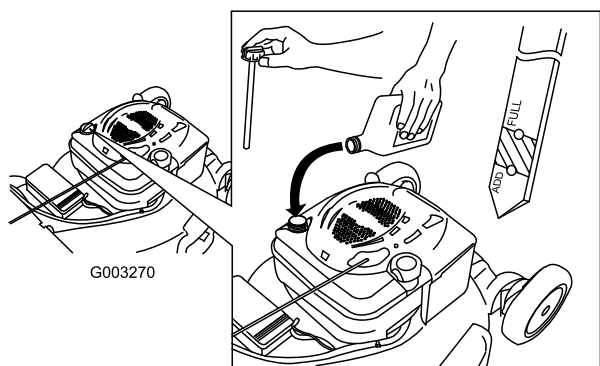

Figure 38
4. Versez de l'huile **lentement** dans le goulot de remplissage pour faire monter le niveau de liquide jusqu'au repère du plein (Full) sur la jauge (Figure 38). **Ne remplissez pas excessivement.** (Remplissage max. : 0,59 l, type : huile détergente SAE 30 de classe de service API SF, SG, SH, SJ, SL ou supérieure.)